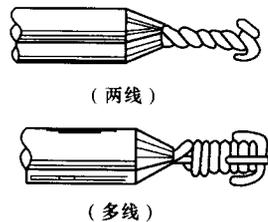

图 1-24 单股导线的终端接头
(4) 单股导线的终端接头连接。当为两支导线时，两线芯互绞 5~6 圈，再向后弯曲；当为三、四支导线时，用其中一支线芯往其余线芯上缠绕 5~6 圈，然后把其余导线向后弯，如图 1-24 所示。